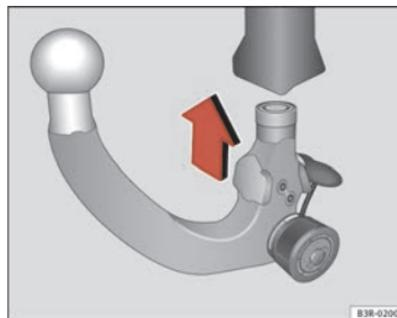

Fig. 167 Dispositivo desmontable para remolque: Colocar la rótula
- Coloque la rótula pretensada en el tubo de enclavamiento y haga presión hacia arriba en la dirección que indica la flecha ⇒ página 218, fig. 167 ⇒ ⚠. El proceso de bloqueo se realiza de un modo automático. En ese momento debe poder oírse claramente un chasquido de encaste.